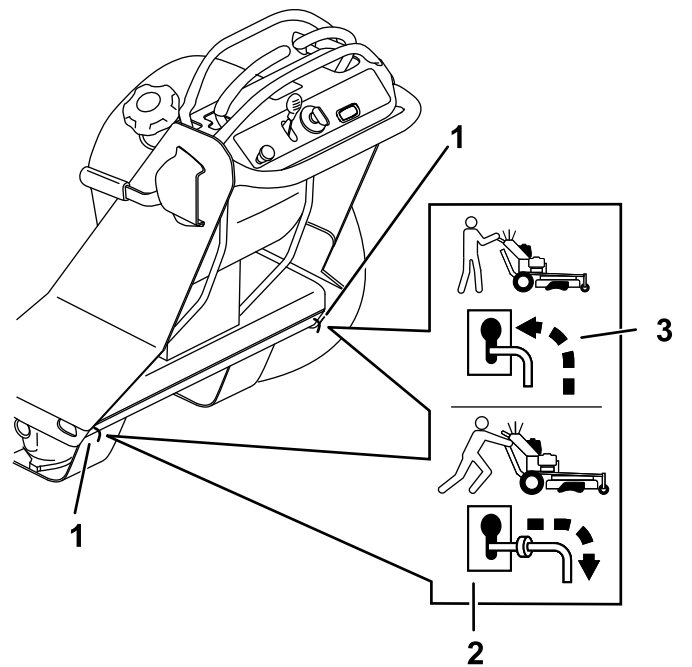

Figure 21
4. Poussez les leviers de dérivation en arrière dans la fente en trou de serrure et abaissez-les pour les verrouiller en position (Figure 21).
Tirez les leviers de dérivation en avant dans la fente en trou de serrure et abaissez-les pour les verrouiller en position, comme montré à la Figure 21.